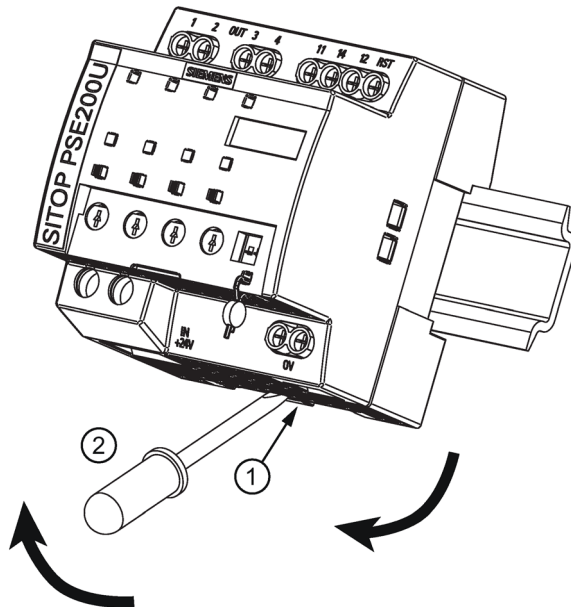

Bild 3-1 Montage/Demontage (Beispiel: 6EP1961-2BA11)
Zur Demontage ziehen Sie den Schieber ① mit Hilfe eines Schraubendrehers ② (siehe Kapitel Bild 3-1 Montage/Demontage (Beispiel: 6EP1961-2BA11) (Seite 31)) auf und hängen das Gerät an der Unterkante der Normprofilschiene aus. Anschließend können Sie das Gerät von der Oberkante der Normprofilschiene abnehmen.